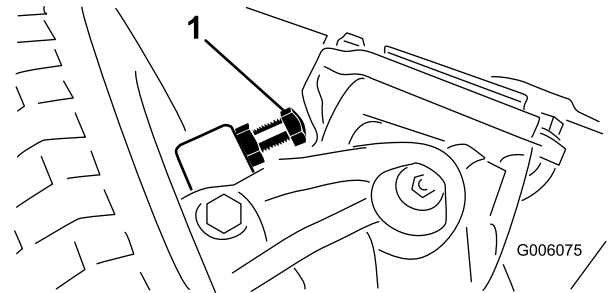

Figura 59
1. Enrosque o desenrosque los pernos hasta obtener el espacio de 2,286 mm (Figura 59).